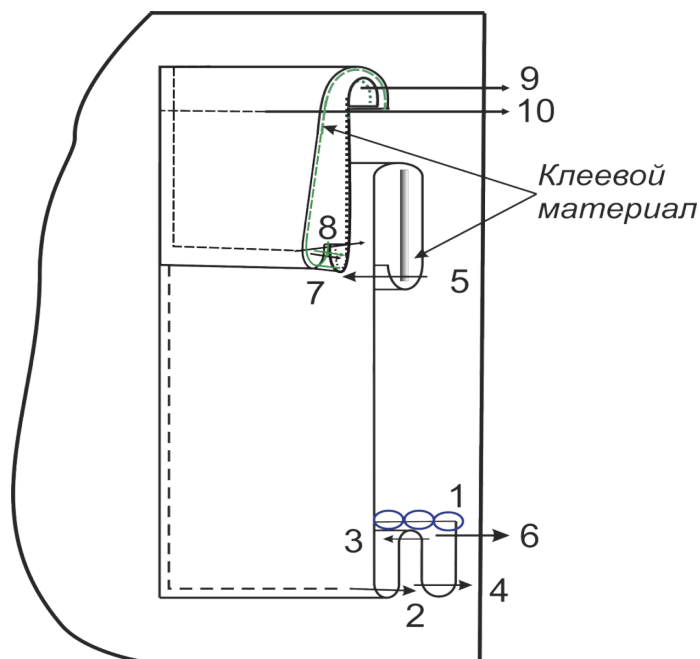

Рис. 3. Схема обработки верхнего накладного кармана
7. Обработайте верхний накладной карман на полочках куртки, ориентируясь на представленную ниже схему (рис. 3).
11. Выполните строчки по намеченным линиям (строчки 2, 3, 4 на рис. 3).
12. Застрочите припуск на обработку верхнего среза накладного кармана (строчка 5, рис. 3).
15. Притачайте клапан кармана к полочке. Отогните клапан и настрочите его на полочку отделочной строчкой (строчки 9 и 10, рис. 3).